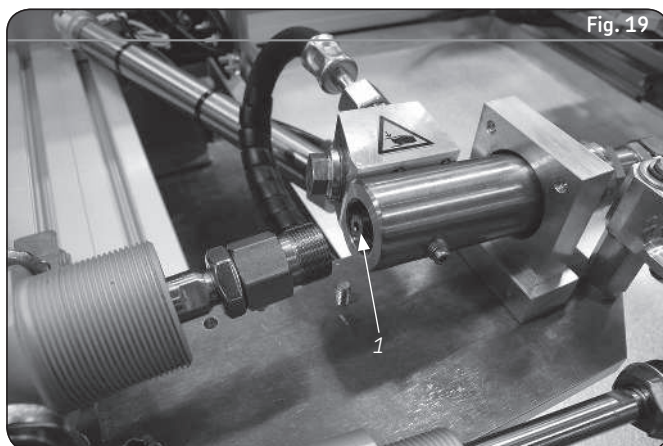

Fig. 19
- Una vez separados, puede ver el tope de dosificación en el inyector (→ **1 fig. 19**)